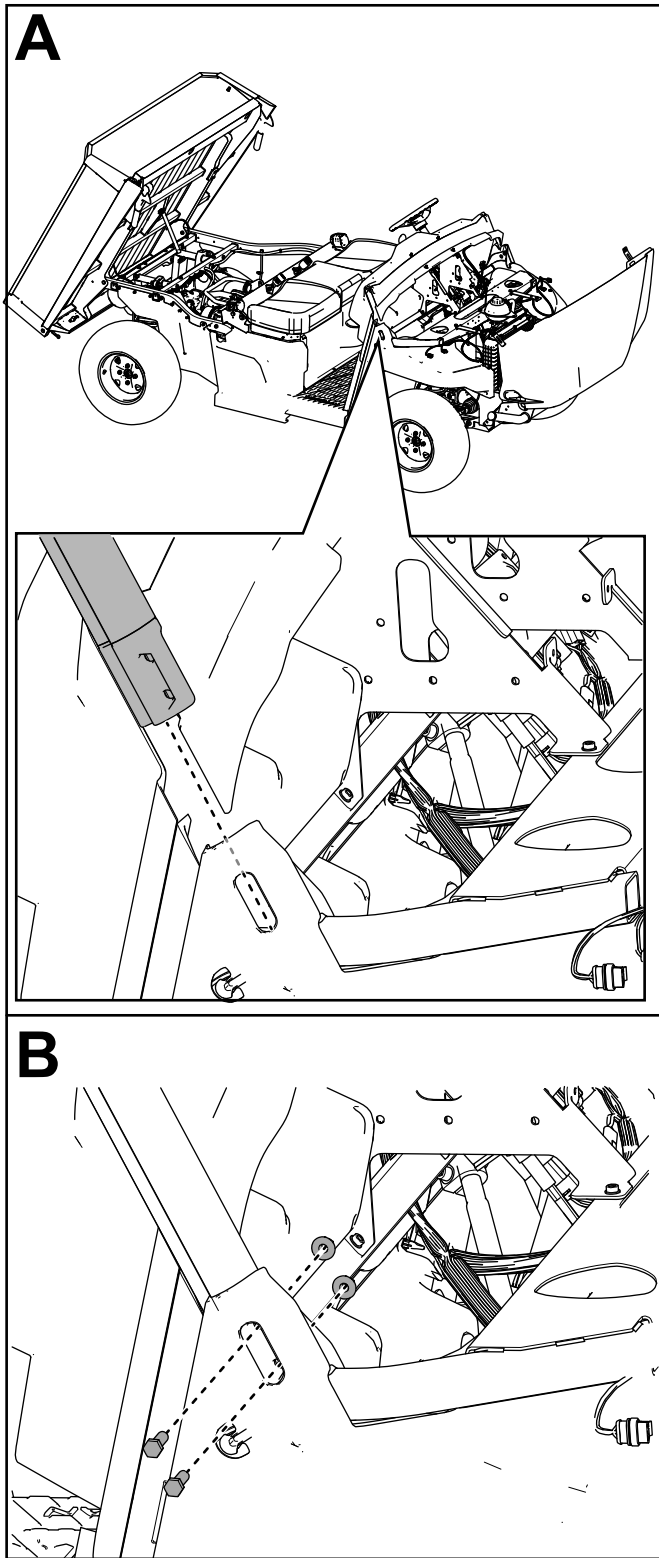

図 13
7. 右前 ROPS アセンブリを右側 ROPS 取り付けブラケットに仮止めする六角ヘッドボルト3/8 x 1-1/4"2 本とロックナット3/8"2 個で図 13 のように取り付ける。